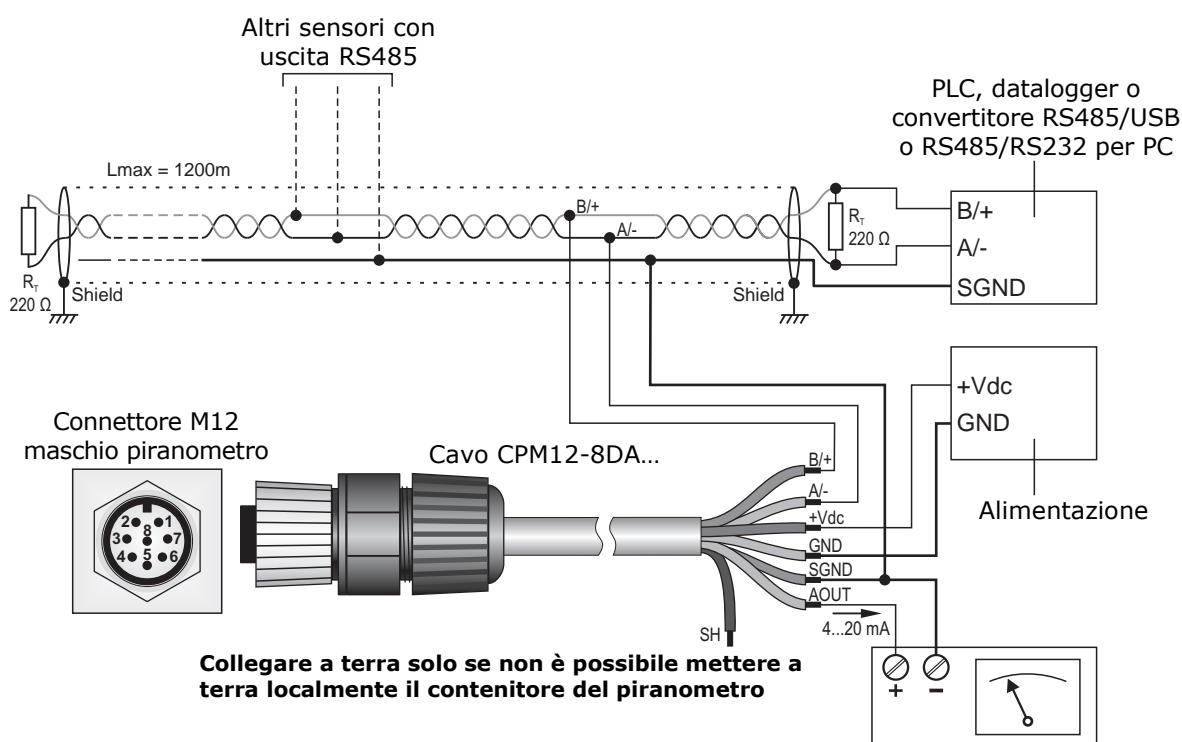

Fig. 4.6: connessioni LPPYRA12ACS[4]
- Un'uscita **4...20 mA**, che richiede alimentazione esterna **10...30 Vdc**. Va connessa a un alimentatore e a uno strumento con ingresso 4...20 mA secondo lo schema in fig. 4.6. La resistenza di carico dello strumento di lettura del segnale deve essere $\leq 500 \Omega$.
- Un'uscita **RS485 Modbus-RTU**, che richiede alimentazione esterna **5...30 Vdc**. Va connessa a un alimentatore e a un PLC, a un datalogger o a un convertitore RS485/USB o RS485/RS232 per PC secondo lo schema in fig. 4.6. L'uscita RS485 non è isolata.